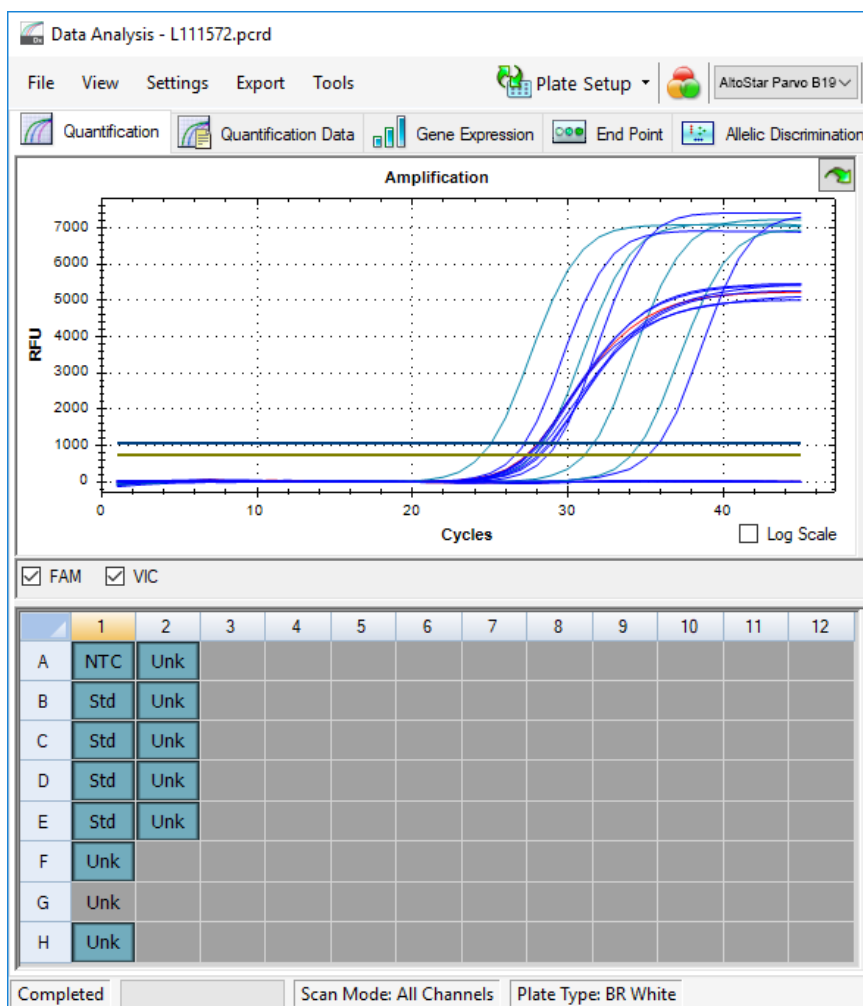

Abb. 8: Fenster Data Analysis (Datenanalyse): ausgeschlossenes Well
4. Das ausgewählte Well wird von der Analyse ausgeschlossen. Für dieses Well werden keine Ergebnisse generiert (siehe Abbildung 8).